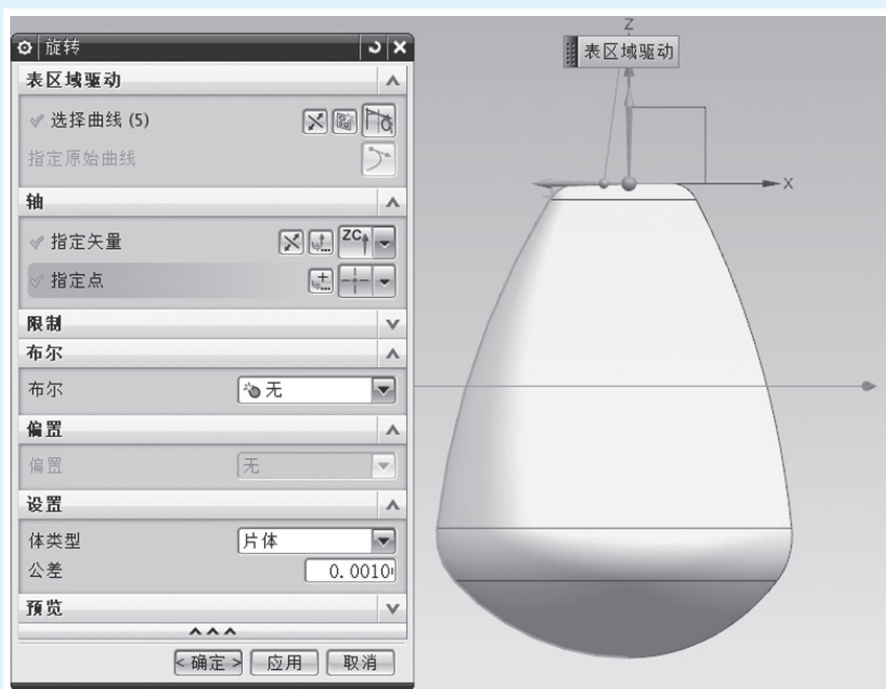

图 1-72
(6) 选择前面创建的基准轴作为旋转轴，再单击“确定”按钮完成旋转曲面的创建，如图 1-72 所示。